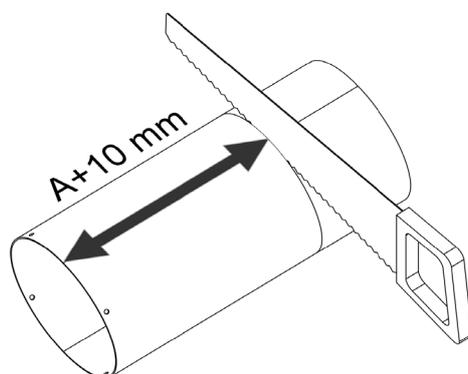

Figure 8 - Raccourcissement du tube de Ø 250 mm
Sciez le tube de Ø 250 mm (4) à la longueur $A + 10$ mm, mesurée à partir de l'extrémité comportant les quatre trous (voir Figure 8 ci-dessous).